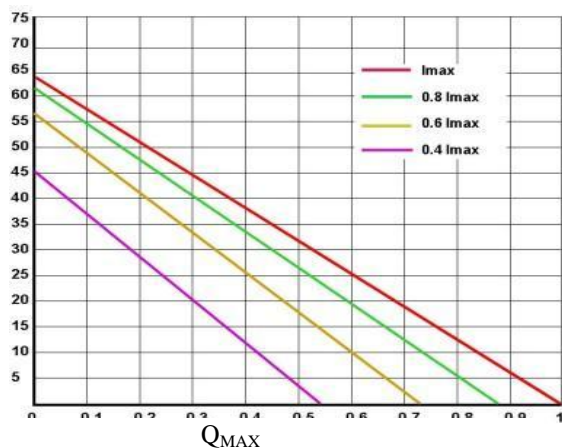
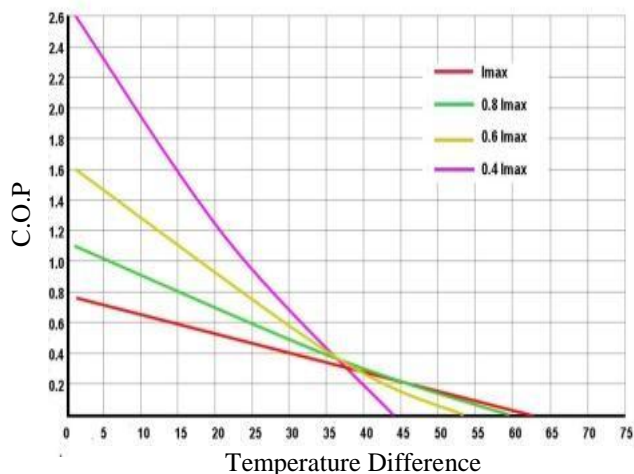

图 2. DT 与 Q_{MAX} 的关系图
图5. C.O.P.与DT的关系图
5. 用图 2 到图 5 中的图表来决定使用哪一种 TEC: 需要用散热片散多少热, 散热片的温度是多少, 等等。